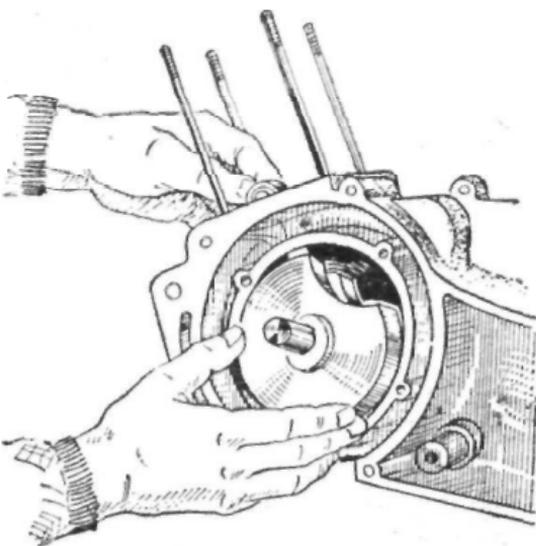

Рис. 32. Извлечение коленчатого вала ИЖ-Ю из картера.
7. Вынуть коленчатые валы из кривошипных камер (рис. 32), предварительно выбив их из подшипников легкими ударами деревянного молотка.